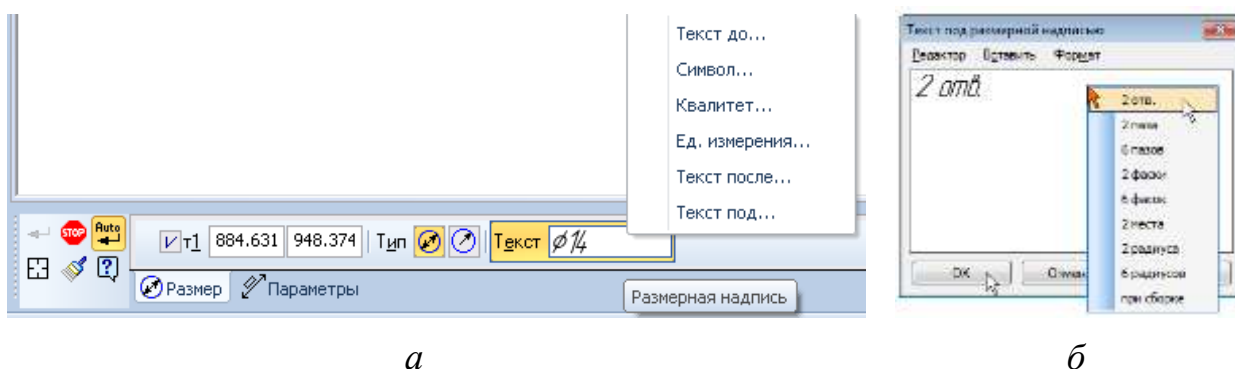

Рис. 7.27. Панель свойств в режиме добавления данных о количестве отверстий и окно **Текст под размерной надписью**
➤ Для этого щелкните **ПКМ** в поле **Размерная надпись** на **Панели свойств** и выберите из меню команду **Текст под**, рис. 7.27а. В окне
**Текст под размерной надписью** выполните двойной щелчок мышью в поле ввода текста и выберите из меню нужный текст, например **2 отв.**, рис. 7.27б. Измените количество отверстий на **3 отв.** А для того чтобы расположить размер на полке, выполните действия аналогично.